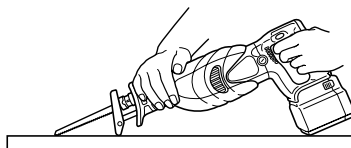
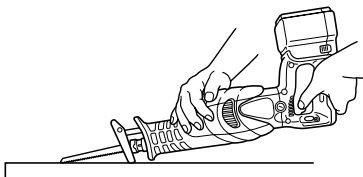

Fig. 23
Fig. 24
Con esta herramienta, podrá realizar cortes de cavidad en madera laminada y en tablas de material delgado. El corte de cavidad se puede realizar con toda facilidad con la hoja de sierra instalada en sentido inverso, tal como se observa en las Figs. 24, 26, y 28. Utilice una hoja de sierra lo más corta y gruesa posible. Para este fin, se recomienda la hoja BIMETÁLICA No 132 mencionada en la página 78. Asegúrese de prestar atención durante la operación de corte y de proceder de la siguiente manera.
- (1) Presione la parte inferior (o la parte superior) de la base contra el material. Tire del gatillo mientras mantiene la punta de la hoja de sierra separada del material. (Fig. 23, Fig. 24)